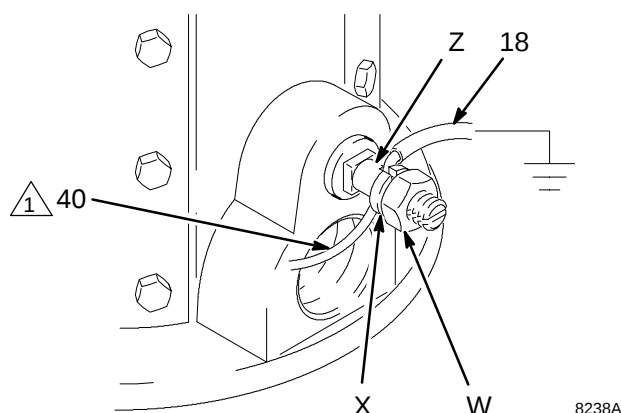

Fig. 1
1. **Bomba:** utilice un cable y una abrazadera de conexión a tierra (suministradas). Vea la Fig. 1. Afloje la contratuerca de orejeta de conexión a tierra (W) y la arandela (X). Introduzca un extremo del cable de conexión a tierra (18) en la ranura de la orejeta (Z) y apriete firmemente la contratuerca. Conecte el otro extremo del cable a una tierra verdadera.
2. **Agitadores (modelos 232443, 232455, 232461, 232467, y 232473 únicamente):** un extremo del cable de conexión a tierra del agitador (40, suministrado) se sujeta al motor de agitador con un tornillo. Introduzca el otro extremo del cable en la ranura de la lengüeta (Z). Introduzca el cable de conexión a tierra de la bomba (18) tal como se describe en el paso 1 y apriete firmemente la contratuerca (W).